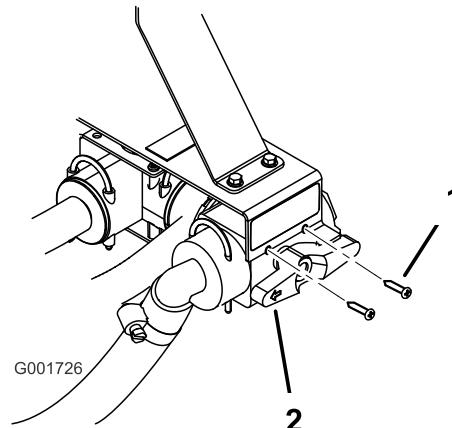

Figure 13
- 10. Fixez le nouveau distributeur de commande au support avec deux vis (Figure 13).